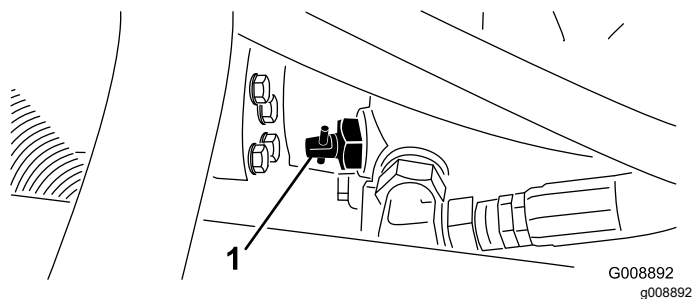

図 41
1. 油圧ポンプについているバイパスバルブ 図 41 を 90° 回転させる。